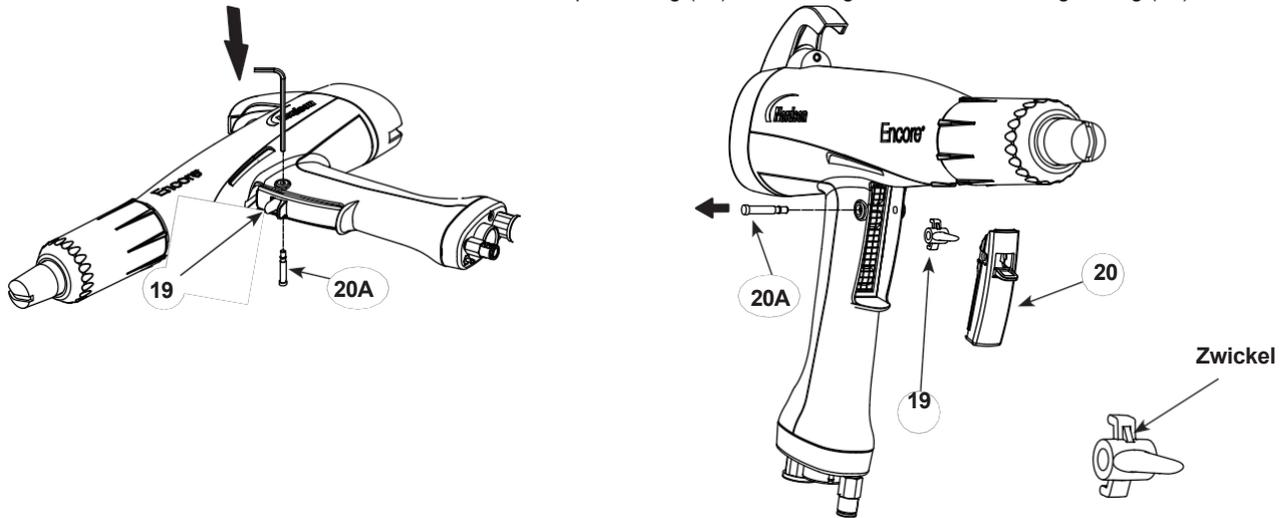

Abbildung 17 Entfernen der Achse und des Auslösers vom Handgriff
3. Siehe Abbildung 17. Stellen Sie die Spritzpistole auf eine feste Oberfläche, so dass das Ende mit dem kleinen Durchmesser der Abzugsachse (20A) nach oben gerichtet ist.
5. Entfernen Sie den Sprühabzug (20), den Betätiger und den Entlüftungsabzug (19) vom Griff.